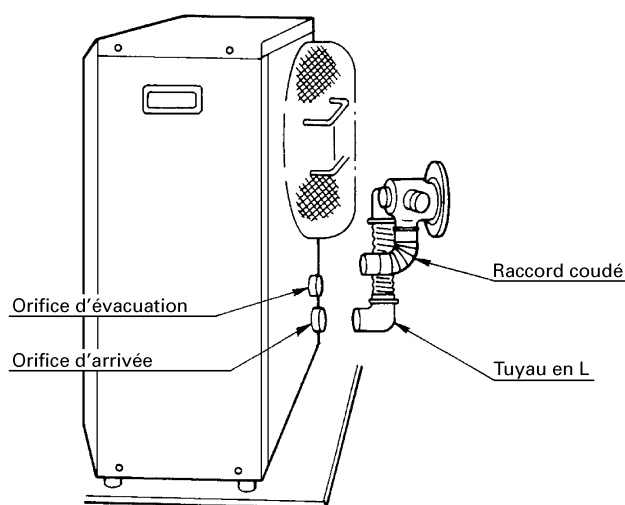

Fig. 11
7. Mettre l'appareil en position. Raccorder le raccord coudé à l'orifice d'évacuation (orifice du dessus) et le tuyau en L à l'orifice d'arrivée. S'assurer de l'étanchéité de tous les raccords (Voir Fig. 11).